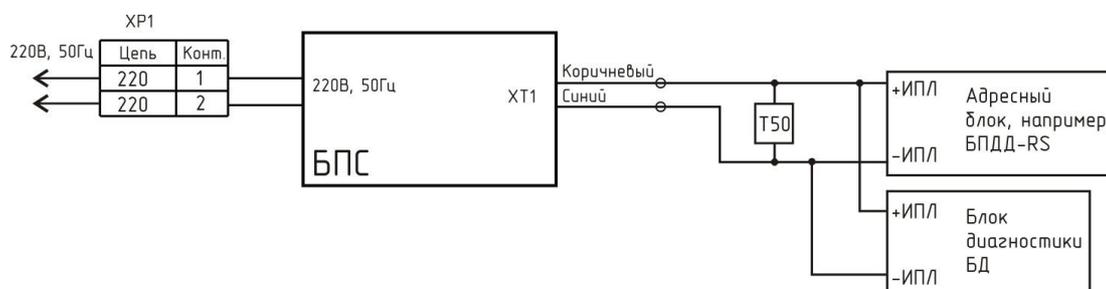

Рисунок 7 - Проверка качества связи
1) Подключить, соблюдая полярность, к выходу ИПЛ блока БПС заведомо исправный адресный блок, например БПДД-RS, а также блок диагностики БД и терминатор (рисунок 7).